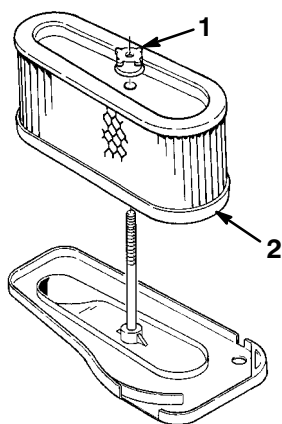

Figure 22
5. Dévissez l'écrou en caoutchouc et retirez l'élément en papier (Fig. 22).
2. Enfilez le filtre complet sur la longue tige. Vissez ensuite l'écrou en caoutchouc à la main, en appui contre le filtre à air (Fig. 22).